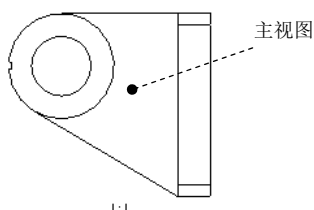
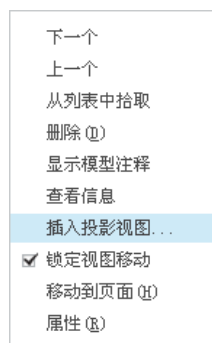

图 6.4.11 投影视图
图 6.4.12 快捷菜单
Step1. 选择图 6.4.11 所示的主视图，然后右击，系统弹出图 6.4.12 所示的快捷菜单，
Step2. 在系统  **选择绘图视图的中心点。** 的提示下，在图形区的主视图的右部任意选择一点，系统自动创建左视图，如图 6.4.11 所示。如果在主视图的左边任意选择一点，则会产生右视图。